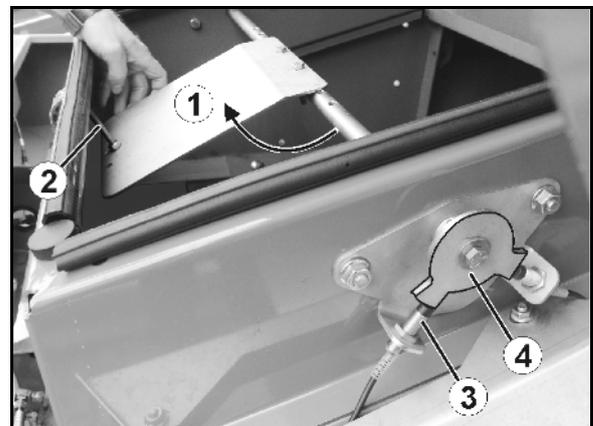

Fig. 80
3. Die Regelklappe (Fig. 80/1) auf Leichtgängigkeit prüfen und ggf. Stellringe nachstellen.
Der Anschlag der Regelklappe wird über die Schraube (Fig. 80/2) eingestellt. Ist die Regelklappe bis zum Anschlag ausgelenkt, muss die Impulsscheibe (Fig. 80/4) den Sensor (Fig. 80/3) überdecken.